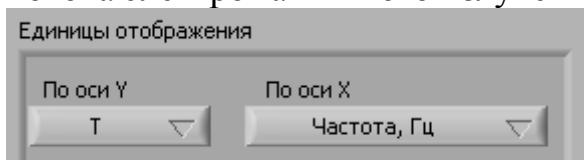

Рис. 8. Выбор единиц отображения
С помощью селекторов группы 7 (рис.8) выбираются единицы отображения спектра на графике по осям X и Y. По оси X можно выбрать единицы отображения «Частота» или «Лучевая скорость» (относительно местного стандарта покоя в случае введенных координат обсерватории и источника), а по оси Y - интенсивность измеренного сигнала в Ваттах на входе анализатора (W), интенсивность измеренного сигнала в Ваттах с пересчетом ко входу РПУ (W_a), шумовая температура сигнала в Кельвинах (T), плотность потока электромагнитного излучения в Янских (J).